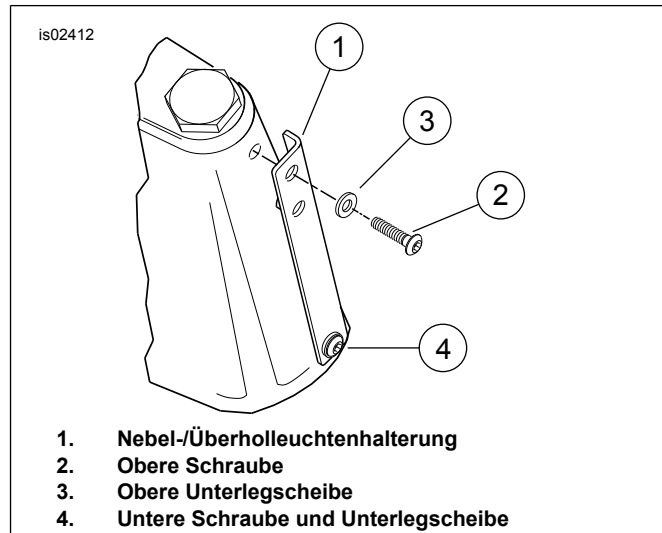

Abbildung 3. Überholleuchtenhalterung
1. Siehe Abbildung 3. Nur die **obere** Schraube (2) und Unterlegscheibe (3) entfernen, mit denen die Nebel-/Überholleuchtenhalterung (1) an der vorderen und hinteren Platte befestigt ist. Die untere Schraube und Unterlegscheibe (4) nicht entfernen. Die obere Schraube kann entsorgt werden; die Unterlegscheibe muss jedoch aufbewahrt werden.